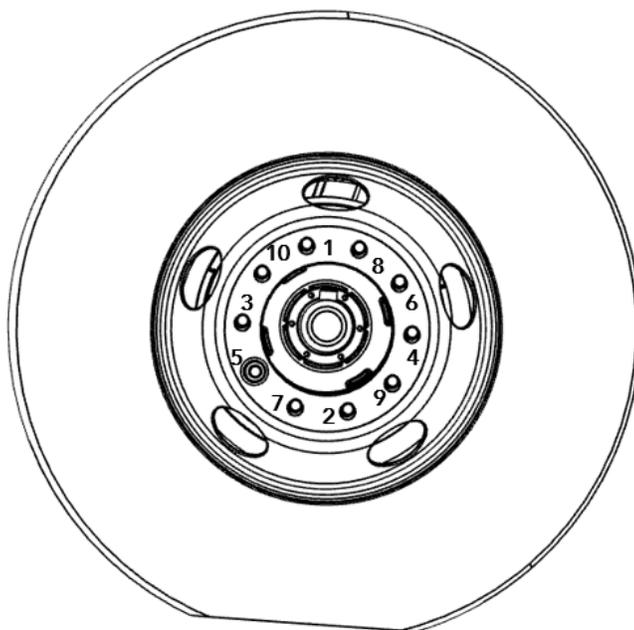

Figure 2 - Séquence de resserrement
3. À l'aide d'une clé dynamométrique de 0 à 680 Nm (0 – 500 in-lb), assurez-vous que les boulons ont un couple de serrage de 612 à 677,9 Nm (450 à 500 pi-lb) en suivant la séquence de la Figure 2.